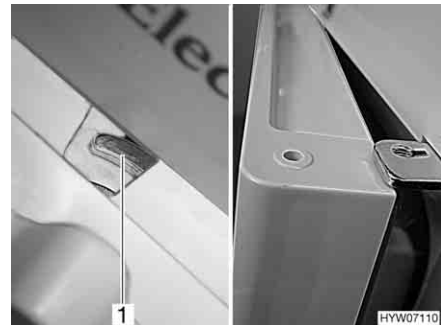

Fig. 155 Porte du réfrigérateur en position de ventilation (Dometic Série 7)
- Pousser le dispositif de verrouillage complètement vers la droite. La porte du réfrigérateur est fixée à l'aide de l'arrêt de porte (Fig. 155,1). La porte du réfrigérateur reste ainsi légèrement ouverte (Fig. 155).